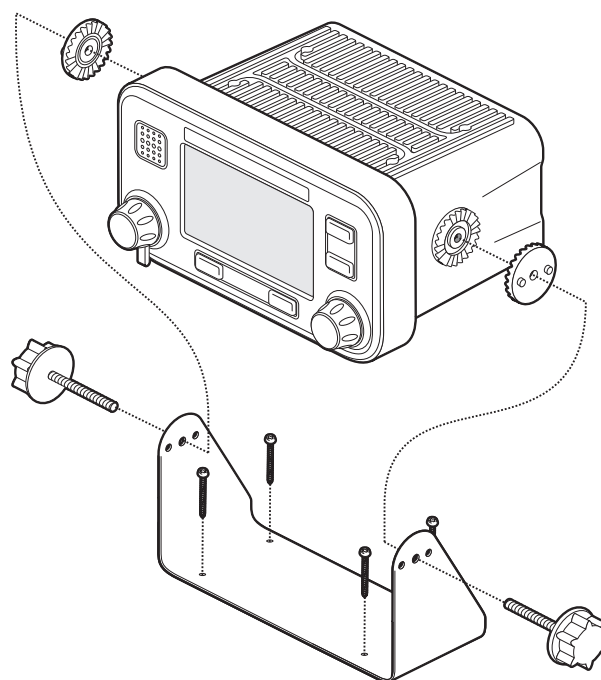

Abbildung 35 Montieren des AIS-Transponders
- Der Transponder ist mit vier selbstschneidenden Schrauben ausgestattet, um den AIS-Transponder mit der Zapfenhalterung auf einer geeigneten Oberfläche zu befestigen. Weitere Informationen hierzu finden Sie in Abbildung 35.